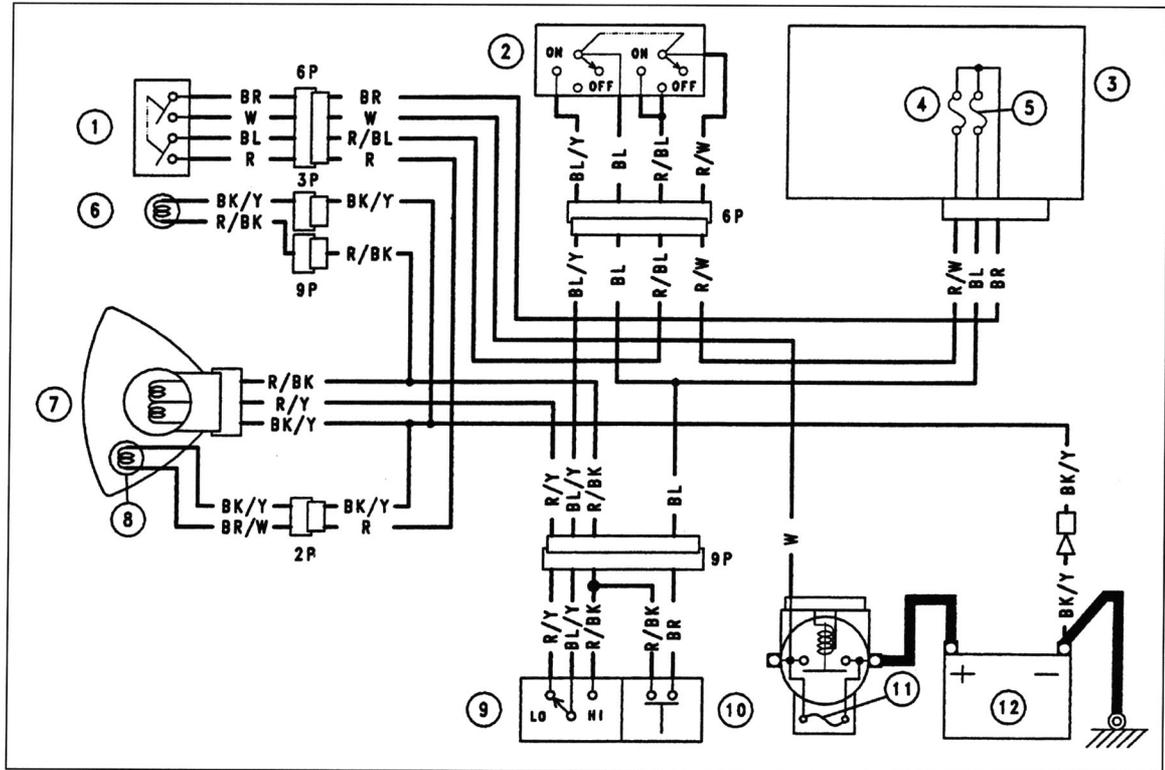

Bild 83
- Fünf Zentimeter unter diesem Kreuz zweites Kreuz zeichnen (Bild 83).
- Einstellschraube ein- oder ausdrehen (ausprobieren), bis Scheinwerfer die in Bild 83 gezeigte Höhe einhält.